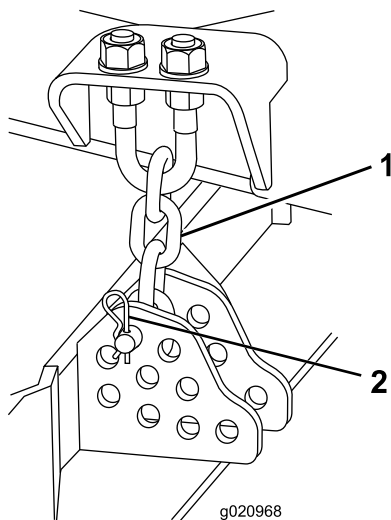

Figura 20
- Retire o perno de gancho e passador de forquilha que fixam as correntes da altura de corte à traseira da unidade de corte (Figura 20).